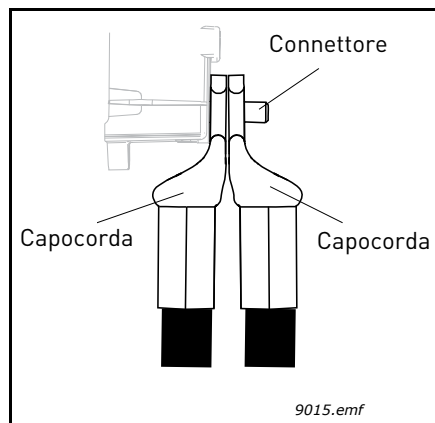

Figura 43. Posizionamento di due capicorda uno sull'altro
- **NOTA:** Se si utilizzano diversi cavi su un connettore, notare la posizione dei capicorda uno sull'altro. Vedere la Figura 43 sotto.